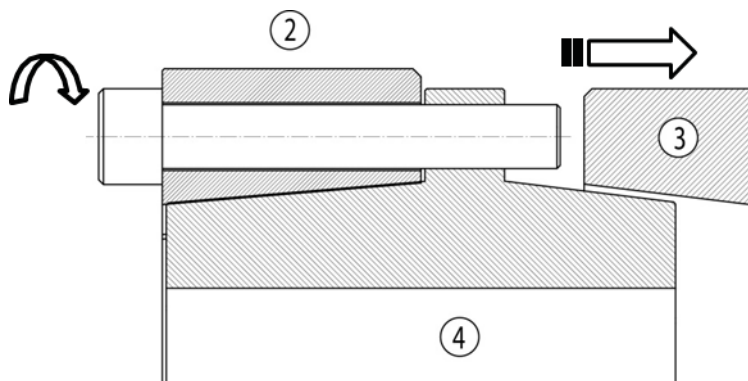

Figure 6
1. Retirer les vis (6) et en positionner un maximum dans les trous d'extraction de la bague centrale (4) comme décrit sur la Figure 6.